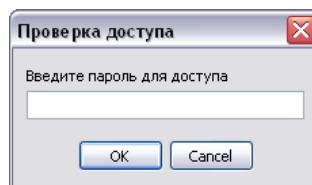

Рисунок 14 - Ввод пароля
3) Ввести правильный пароль (рисунок 14).